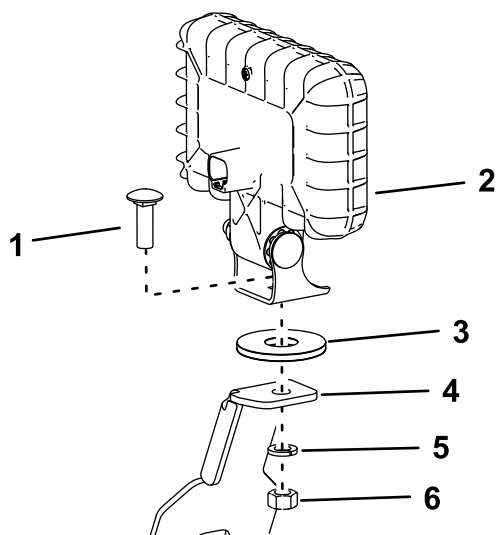

Figura 3
2. Retire el perno, la arandela de freno y la tuerca de uno de los conjuntos de luces. Utilice las fijaciones y una arandela de fricción para sujetar la luz al soporte (Figura 3). No apriete demasiado las fijaciones. Repita los pasos para el otro lateral de la máquina.